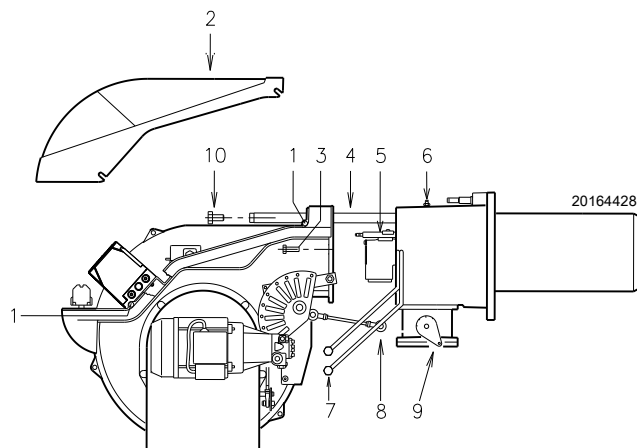

图 45
- 松开螺丝 1) (图 45) 并取下保护罩 2) (图 45)
- 断开油管 7) (图 45)。
- 将联接器 8) (图 45) 从刻度盘 9) (图 45) 上脱开。
- 将螺丝 10) (图 45) 从两个滑杆 4) (图 45) 上拆下。
- 将两个延长杆安装到滑杆 4) (图 45) 上。
- 将螺丝 10) (图 45) 重新安装到延长杆上。
- 拆下螺丝 3) (图 45)，将燃烧器沿滑杆 4) (图 45) 向后拉出约 100mm。
- 此时，在拆下螺丝 6) (图 45) 后可以取出内部部件 5) (图 45)。
- 重新拧紧螺丝 30) (图 45)，将探针和电极电缆向外轻轻拉紧。
- 将连接器 8) (图 45) 重新与刻度盘 9) (图 45) 连接。
- 重新连接油管 7) (图 45)。
- 将两个滑杆延长杆 4) (图 45) 拆下，并将他们放回原来的位置。